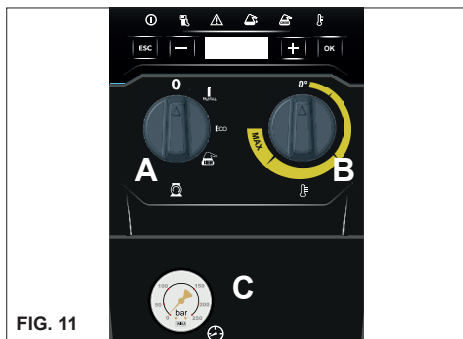

FIG. 11
**N.B. Para poner a cero las señalizaciones, gire el interruptor general "A" hacia la pos "0" y después hacia la pos. "I" (Fig. 11).**